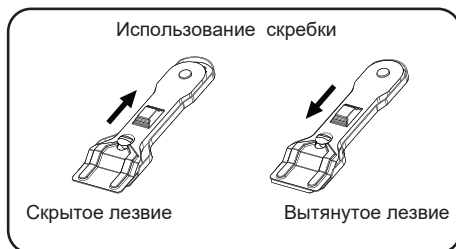

Рис. 2
**⚠** Когда вы закончите с лезвием, уберите его и зафиксируйте его. (См. Рис. 2)